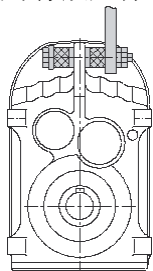

图 18
4.5.2 MTPA 系列平行轴斜齿轮齿轮箱防转臂安装如图 18 所示。